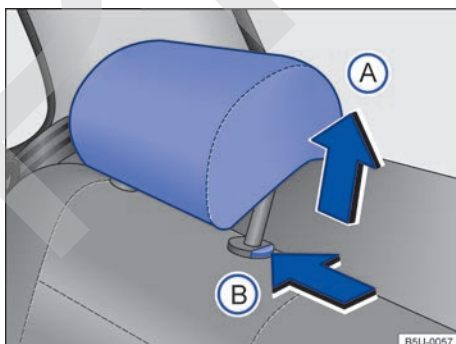

Fig. 39 Remover el apoyacabezas trasero.
- Empujar el apoyacabezas totalmente hacia arriba → (A).
- Presionar la tecla → fig. 39 (B) en el sentido de la flecha. Retirar el apoyacabezas con la tecla presionada.
- Empujar hacia abajo el apoyacabezas con la tecla → fig. 39 (B) presionada.